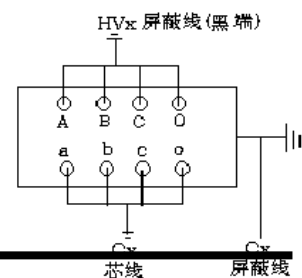

图12 变压器接法
(1) 一次绕组对二次绕组（中性点均未接地）
- A. 接线见图 12